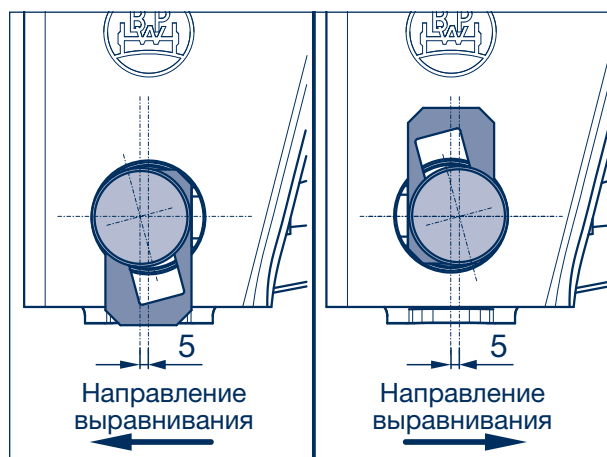

Рисунок 10
- [12] Для корректировки немного ослабить стопорные гайки (1168, размер 36/46) на пальце ушка рессоры (1154) и, в зависимости от направления настройки, переместить кулисные шайбы (1161) с обеих сторон вверх или вниз с помощью равномерных легких ударов молотком (рисунок 10 и 11).